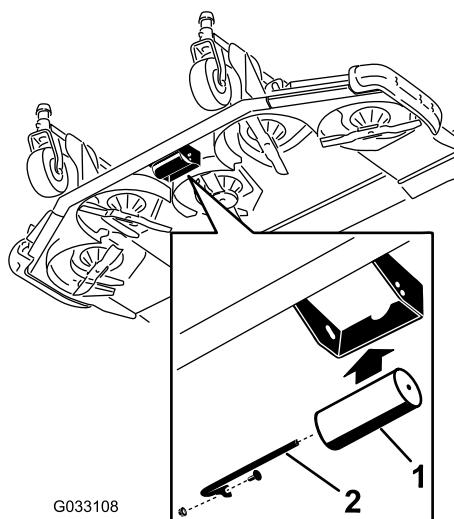

Figura 27
2. Efetue o alinhamento do rolo com os orifícios superiores e instale o eixo com um parafuso e uma porca (Figura 27).